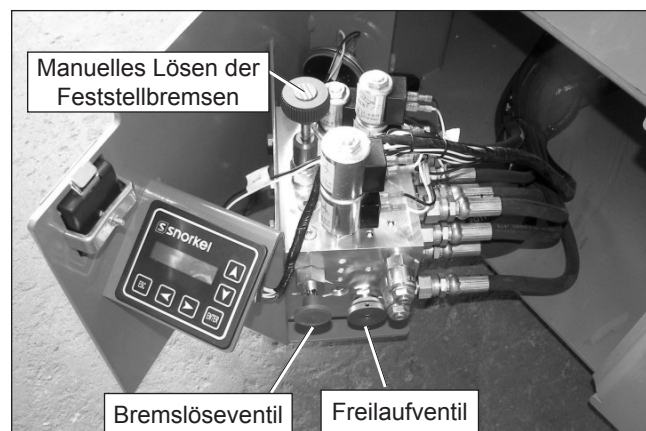

Abbildung 5 – Hydraulikfach
1. Entriegeln und öffnen Sie das Steuerventilfach auf der rechten Seite der Maschine. Bremslöseventil und Freilaufventil sind an der Seite des Hydraulikverteilers angebracht. Die Bremslösepumpe befindet sich oben am Ventil (siehe Abbildung 5).